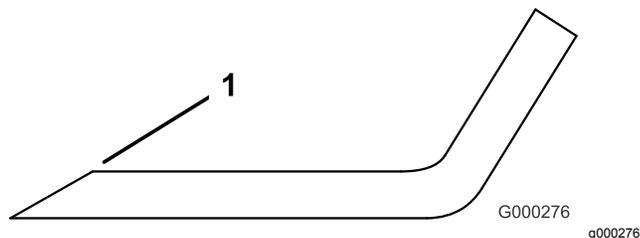

Figure 119
3. Examinez les tranchants de toutes les lames et aigüisez-les s'ils sont émoussés ou ébréchés (Figure 119).
**Remarque:** N'aigüisez que le haut du tranchant et conservez l'angle de coupe d'origine pour obtenir une coupe nette (Figure 119). Limez la même quantité de métal sur chacun des deux tranchants pour ne pas déséquilibrer la lame.